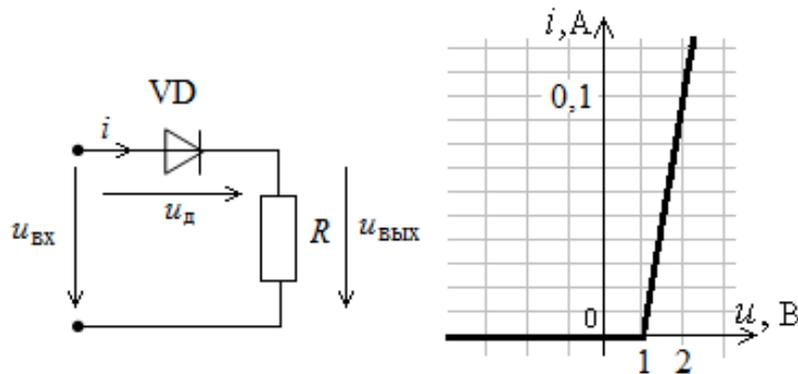

Рис. 4П
7. На рис.4П показана вольтамперная характеристика диода. Постройте кривые мгновенных значений напряжения на диоде и выходного напряжения, если действующее значение синусоидального напряжения на входе  $U=5$  В, сопротивление линейного резистора  $R=100$  Ом.